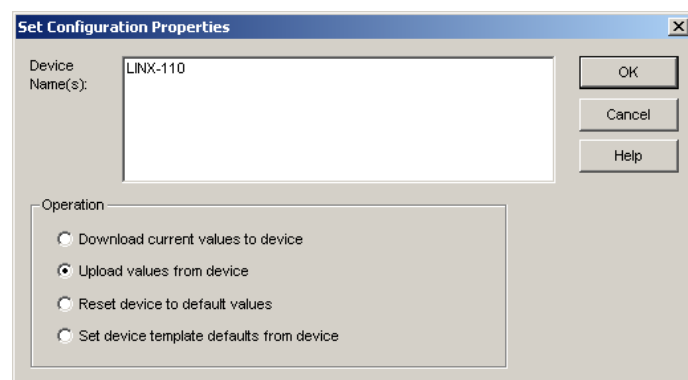

Abbildung 116: Setzen von CPs in LonMaker TE
2. Der Dialog in Abbildung 116 wird geöffnet.